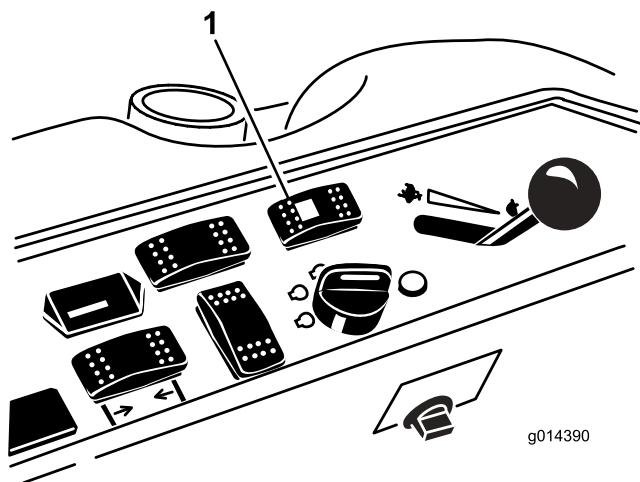

Figure 40
1. Poussez le sélecteur de direction à la position arrière (quatre roues motrices) (Figure 40).